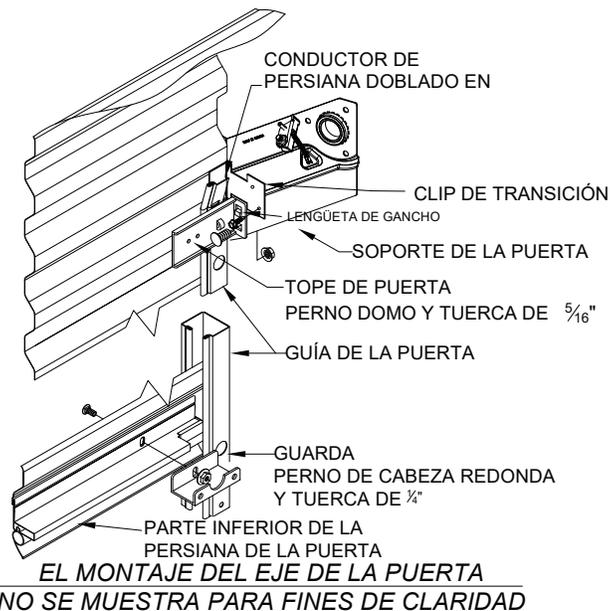

Figura 6.
Cuidadosamente, guíe la persiana de la puerta para que entre a las guías de la puerta, moviendo los topes de la puerta a un lado para que la parte inferior pueda pasar; luego jale hacia abajo hasta alcanzar aproximadamente el nivel de la cintura. (Véase la Figura 6).
7.1 Adjunte las dos guardas al borde interior, inferior de la puerta usando un (1) perno de cabeza redonda de $\frac{1}{4}$ " y una tuerca de reborde en cada guarda. (Véase la Figura 6).
7.2 Deslice los topes hacia arriba hasta que lleguen a donde deben estar, de forma que la lengüeta del gancho coincida con el orificio superior del tope (véase la Figura 6). Asegure cada tope de puerta a cada soporte como se indica con un (1) perno domo de $\frac{5}{16}$ " y una tuerca a través del orificio inferior del tope.